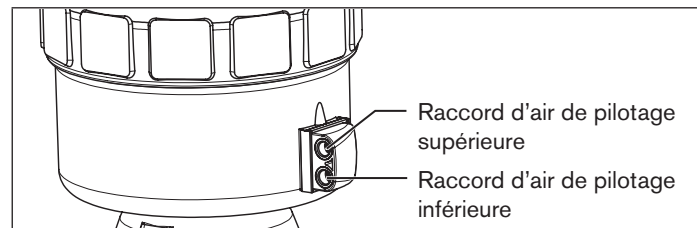

Fig. 14 : Raccordement pneumatique
- Raccorder le fluide de pilotage au raccord d'air de pilotage inférieure de l'actionneur (voir « Fig. 14 »).
- Raccorder le fluide de pilotage au raccord d'air de pilotage supérieure de l'actionneur (voir « Fig. 14 »).
- Pour réduire l'intensité sonore de l'évacuation d'air : insérer le silencieux dans le raccord de purge d'air libre (voir « Fig. 14 »).
6) voir « Fig. 14 : Raccordement pneumatique », page 66